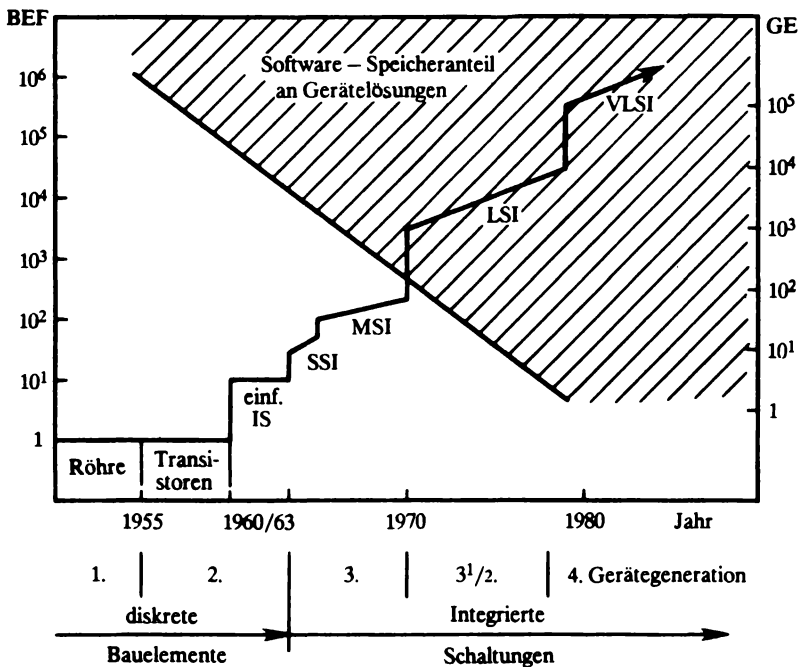

Abb. 1. Komplexitätsentwicklung von Halbleiterbauelemente
5. Укажите ту часть текста, которая относится к рис. 1. Скажите, что показывает этот рисунок.
2. Abb. 1 gibt am Beispiel der Rechentechnik einen Überblick über die Auswirkung der Bauelementeentwicklung⁴. Rechnersysteme werden immer leistungsfähiger, funktionell komplexer, effektiver anwendbar und universeller. Jede neue Bauelementegeneration führt zu einer neuen Gerätegeneration, die in der Regel die Vorteile der alten übernimmt und neue Möglichkeiten eröffnet. Zunehmend werden spezielle Funktionen nicht fest eingebaut (man sagt: fest verdrahtet), sondern flexibel angelegt. Bei Rechnern wird das spezielle Anwendungsproblem als Programm formuliert und in einen Universalrechner zur Ausführung (man sagt: Abarbeitung) eingegeben. Das Programm (software*) bestimmt die Arbeitsfolge der elektronischen Schaltungen (hardware**). Da letztendlich jeder Informationsprozeß als Programm formuliert werden kann, lassen sich Universalrechnerstrukturen prinzipiell überall einsetzen, nicht nur für Rechnen, sondern auch für beliebige Steuerungsprobleme. Mit LSI-IS ist es möglich, in einer oder in wenigen IS solch einen Mikrorechner zu realisieren. Das Steuerungs- bzw. Verarbeitungsprogramm wird im Arbeitsspeicher untergebracht, die Abarbeitung erfolgt im Mikroprozessor. Diese LSI-Mikroprozessortechnik erweist sich als die universelle Standardlösung der LSI-Technik, das heißt der modernen Mikroelektronik. Moderne Einchip-Mikrorechner enthalten ein komplettes Rechnersystem.
7. Расскажите о развитии элементной базы, используя рис. 1.